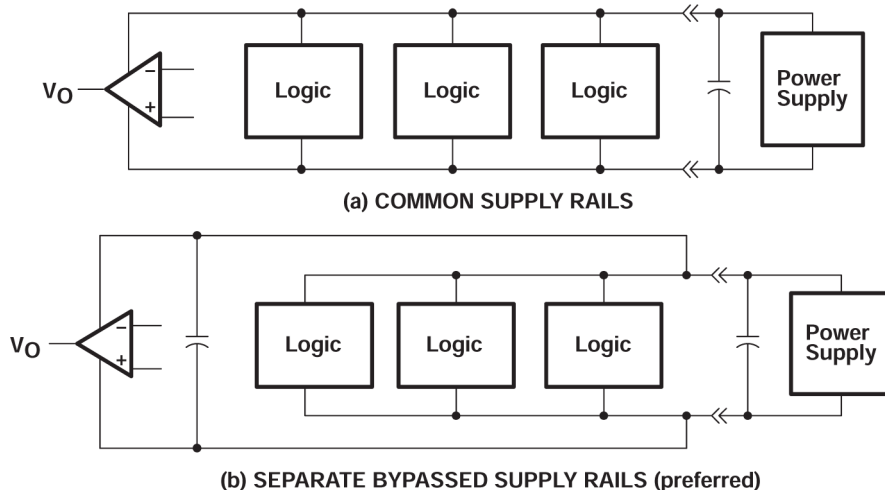

图 7-2. 公共电源导轨和单独电源导轨
1. 通过单独的旁路电源线为线性器件供电（请参阅图 7-2）；否则，线性器件电源导轨可能会由于数字逻辑中的高开关电流引起的压降而波动。